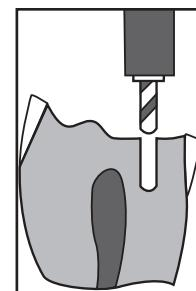

Figure 4
- Remove drill from channel while drill is still rotating (**Fig. 4**). Remove debris from drill and channel with air/water spray.
- Während sich der Bohrer noch dreht, diesen aus dem Kanal entfernen (**Abb. 4**). Mit Luft/Wasserspray den Bohrer und den Kanal von Dentinspänen reinigen.